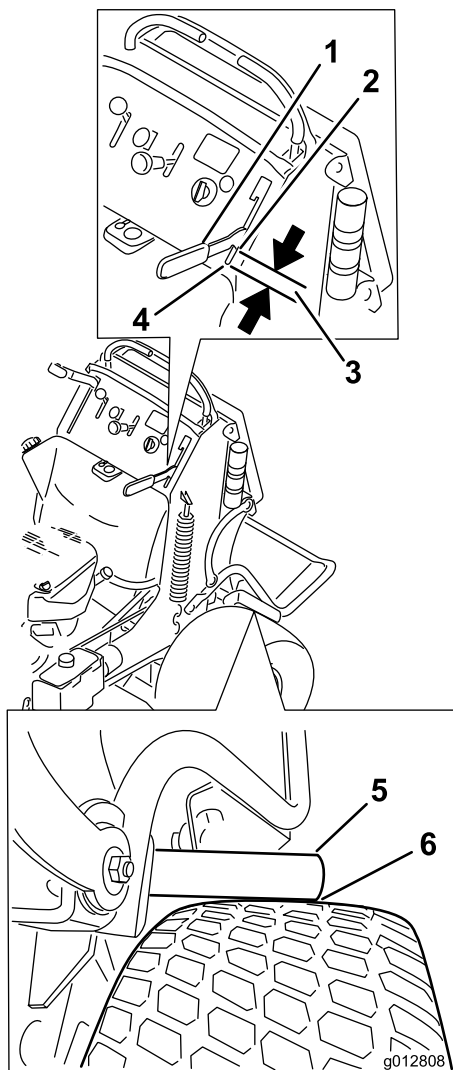

Figura 63
4. Agite sulla leva del freno fino a quando le barre del freno non toccano appena il pneumatico (Figura 63).
5. Misurate la distanza tra la parte anteriore della leva a mano e l'estremità della fessura di guida sul pannello di controllo, quando la barra del freno tocca il pneumatico. Questa distanza deve essere di 19 mm. Regolate il freno, se necessario (Figura 63).